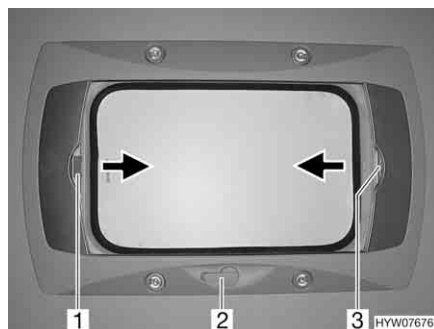

Fig. 56 Oblò a manovella
**Apertura:** ■ Ruotare la manovella (Fig. 56,2) fino a quando non si incontra resistenza.
**Chiusura:** ■ Tirare la tendina oscurante pieghevole per la maniglia (Fig. 56,3) nella direzione della freccia fino alla posizione desiderata e rilasciare. La tendina oscurante pieghevole rimane in questa posizione.
**Chiusura:** ■ Tirare la zanzariera a rullo per la maniglia (Fig. 56,1) nella direzione della freccia verso la maniglia contrapposta della tendina oscurante pieghevole (Fig. 56,3) e farla innestare.
**Apertura:** ■ Tirare la maniglia della zanzariera a rullo (Fig. 56,1) dietro, verso l'alto, e sganciare la zanzariera a rullo dalla tendina oscurante pieghevole (Fig. 56,3).